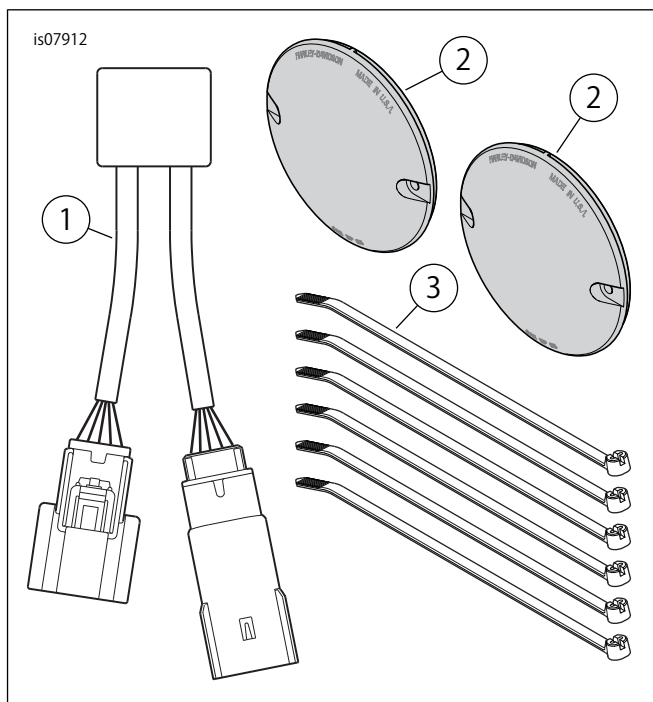

図2. 交換用パーツ、補助ブレーキ/ラン/ターンシグナルコンバーションキット
「図2」および「表1」を参照してください。
- 「図2」を参照してください。キットからターンシグナルモジュール(1)を取り出します。ステップ1のコネクタにモジュールのコネクタを接続します。所定の位置にはめる。
- 「図2」を参照してください。キットから赤色のターンシグナルレンズ(2)の1つを取り出します。赤色レンズをリアターンシグナルハウジングに取り付けます。元のスクリーンで固定します。しっかりと締めます。反対側のレンズでも繰り返します。